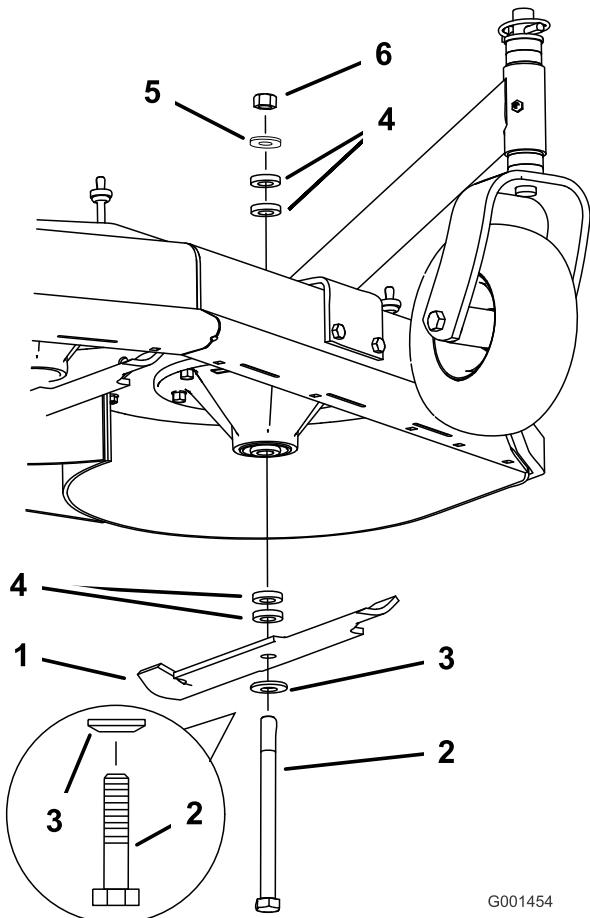

Figure 15
4. Maintenez le boulon de lame et retirez l'écrou. Insérez le boulon dans le pivot et changez les entretoises selon les besoins (Figure 15).
5. Posez le boulon, la rondelle bombé, la lame et ajoutez des entretoises et fixez-les avec une rondelle mince et un écrou (Figure 15).